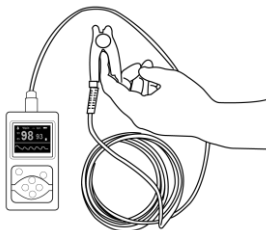

Figura 5.
- b) Puneți degetul în sondă. Consultați Figura 5.
(Sonda reală poate fi diferită de sonda ca în Figura 5, folosiți sonda primită cu dispozitivul)
- B.** Degetul trebuie să fie într-o poziție adecvată (vezi ilustrația atașată din Figura 5 pentru referință), în caz contrar poate duce la măsurări incorecte.